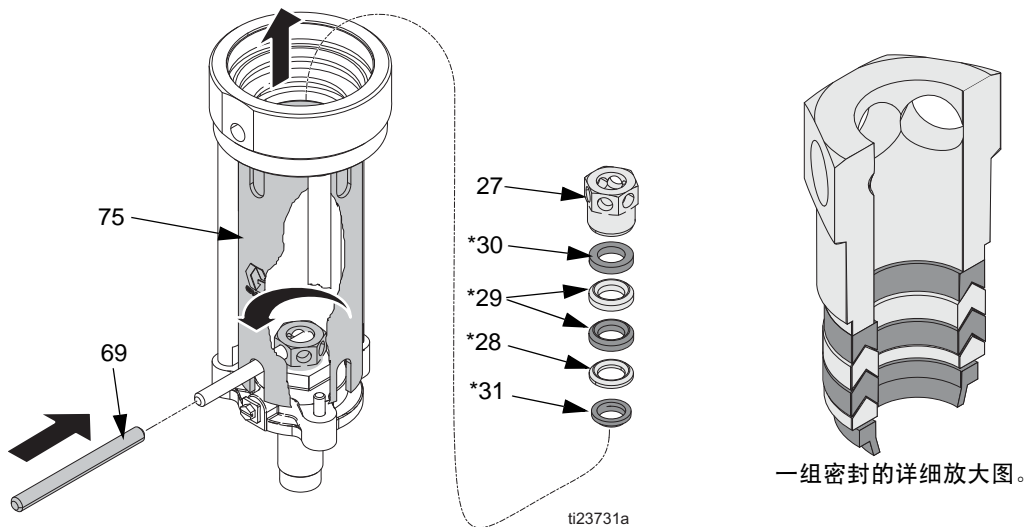

图 25
12. 拆下安装法兰 (26) 的六角螺母 (27)。拆除内压盖 (30*)、2 个 PTFE 填料圈 (29*)、外压盖 (28*) 和刮环 (31*)。检查所有零配件是否损坏。参见图 25。